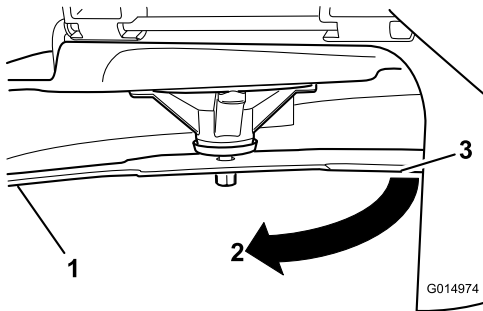

Figura 49
3. Segunda distancia medida entre cuchilla y superficie (B)
4. Gire la misma cuchilla 180 grados de manera que el otro extremo esté en la misma posición (Figura 49).